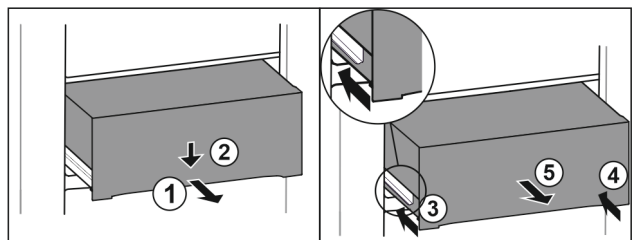

Fig. 188
- ▶ 将抽屉拉出一半。 Fig. 188 (1)
- ▶ 朝下按压正面的抽屉。 Fig. 188 (2)
- ▶ 将左侧轨道推入大约 2 cm。 Fig. 188 (3)
- ▶ 将右侧轨道推入大约 2 cm。 Fig. 188 (4)
- ▶ 朝前取出抽屉。 Fig. 188 (5)